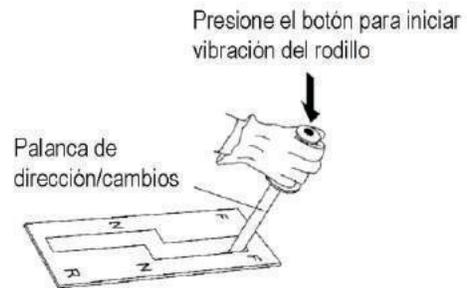

Figura 23. Switch Vibratorio
1. Para comenzar con la acción vibratoria, presione el botón vibratorio localizado encima de la palanca de dirección/cambios como se muestra en la Figura 23. Al presionar este switch se generarán 3,100 libras (1,406 Kg) de fuerza centrífuga a una frecuencia de 4000 vpm (vibraciones por minuto) en el rodillo frontal.